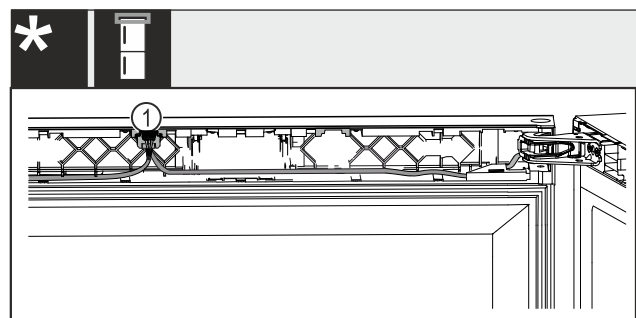

Fig. 50 Combiné compartiment à vin/congérateur*
- Enclencher le connecteur Fig. 50 (1) dans le guide.*